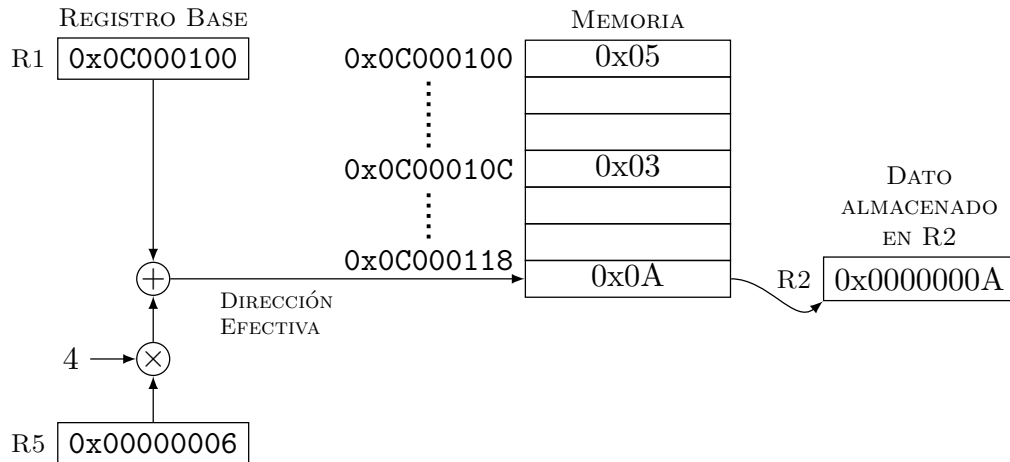

Figura 1.8: Ejemplo de ejecución de la instrucción `ldr r2, [r1, r5, LSL #2]`.
- Indirecto de registro con desplazamiento por registro (preindexado). Como ilustra la Figura 1.8, la dirección de memoria a la que deseamos acceder se calcula sumando la dirección almacenada en un registro (base) al valor entero (offset) almacenado en otro registro, llamado registro índice. Este segundo registro puede estar opcionalmente multiplicado por una potencia de 2 (utilizando el desplazador de barril como el segundo operando de las instrucciones aritmético lógicas), haciendo este modo de direccionamiento muy útil para el acceso a arrays. Su sintaxis es: